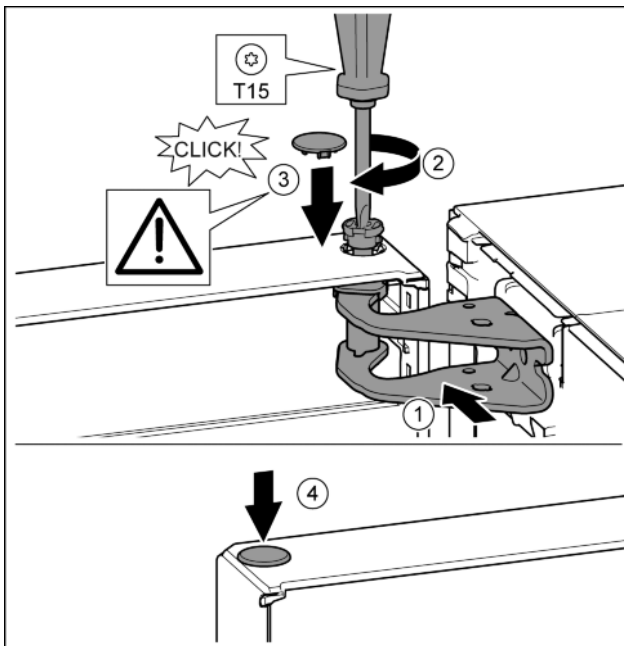

Fig. 24
- ▶ Tür oben zur Öffnung im Lagerbock ausrichten. Fig. 24 (1)
- ▶ Bolzen einsetzen und mit Schraubendreher T15 festschrauben. Fig. 24 (2)
- ▶ Sicherheitsabdeckung zur Sicherung der Tür montieren: Sicherheitsabdeckung einsetzen und Kontrollieren ob sie auf der Tür aufliegt. Ansonsten Bolzen vollständig einsetzen. Fig. 24 (3)
- ▶ Stopfen einsetzen. Fig. 24 (4)